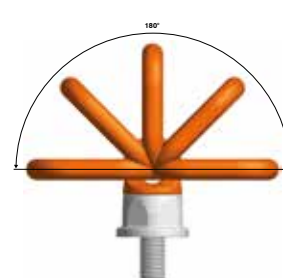
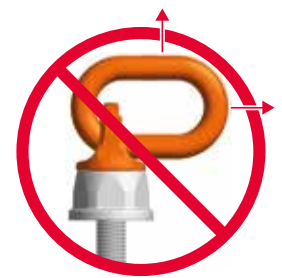

Bild 1: erlaubt
Bild 2: nicht erlaubt
Tragfähigkeitstabelle in den angegebenen Zugrichtungen – siehe Bild 1.
Sonstiges: Die Anschlagpunkte sind zwar kugelgelagert, aber um ein Verklemmen des Ringes zu vermeiden wird empfohlen, den Ring vor der Belastung in die erlaubte, erforderliche Zugrichtung auszurichten (Bild 1). Dies gilt insbesondere beim Heben der Last mit Mehrstranggehängen. Bei nicht ausgerichtem Ring (unerlaubte Belastung nach Bild 2) könnte sich der Ringhalter unter Last schlagartig ausdrehen, und es kommt zu erheblicher Gefahr für Last und Personen.
- Belastung darf nur in der vorgegebenen Richtung (siehe Bild 1) mit der Tragfähigkeit lt. Tabelle erfolgen.
- Zugrichtung nicht im vorgegebenen Bereich lt. Bild 1 liegt.